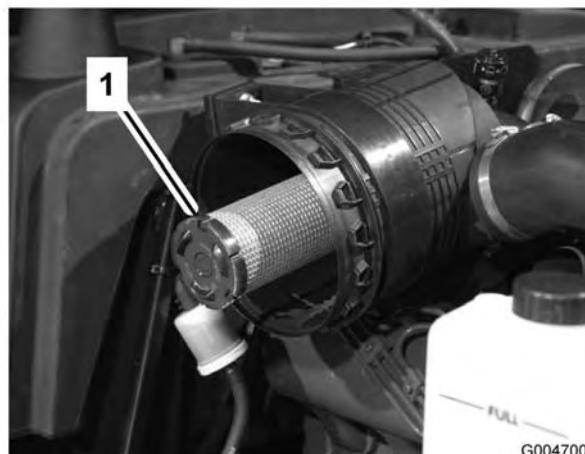

Figura 48
3. Retire el filtro primario (Figura 47). No se recomienda limpiar el elemento usado debido a la posibilidad de causar daños al medio filtrante. Asegúrese de que el filtro nuevo no ha sido dañado durante el transporte, comprobando el extremo sellante del filtro y la carcasa. No utilice el elemento si está dañado. **No retire el filtro de seguridad** (Figura 48).
Importante: No intente nunca limpiar el filtro de seguridad (Figura 48). Sustituya el filtro de seguridad por uno nuevo después de cada tres lavados del filtro primario.